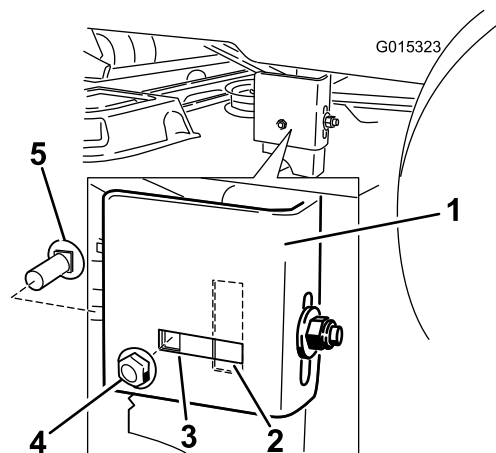

Figure 61
7. Passez au côté gauche de la machine. Retirez le boulon de carrosserie et l'écrou de blocage latéraux de la position fixe et placez-les dans l'ouverture allongée arrière (Figure 61).